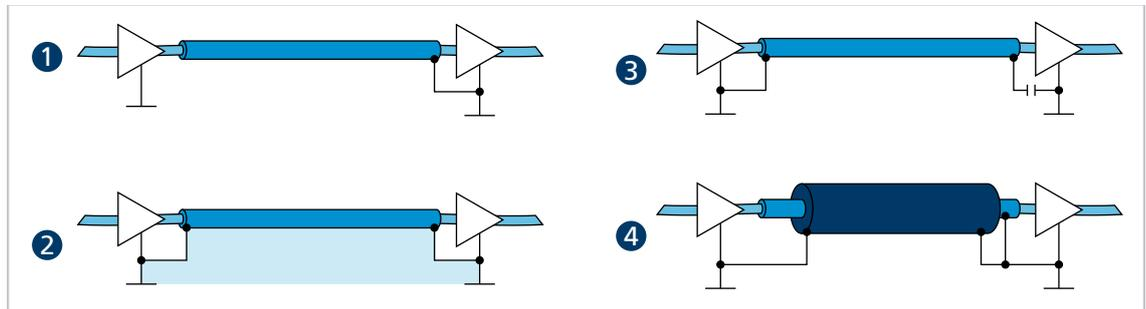

Abb. 13: Verschiedene Möglichkeiten der Schirmanbindung
- ▶ Die Motorphasen in einem Schirm, getrennt von den Sensor- oder Encodersignalen, führen und mindestens motorseitig auflegen (siehe 1 bzw. 2 in Abb. 13).
Optional können die Sensorsignale mit den Motorphasen in einem gemeinsamen Kabel/Isolationsschlauch unter Verwendung eines weiteren Außenschirmgeflechts geführt werden. Dieses Außenschirmgeflecht muss beidseitig aufgelegt werden (z. B. 4 in Abb. 13). Eine Lösung wie 2 in Abb. 13 ist für diese Konfiguration nicht in jedem Fall funktionsfähig. Falls dies durch Erdversatz nicht möglich ist, die HF-Verbindung über speziell geeignete Kondensatoren (z. B. Safety-Kondensatoren wie Y1/Y2/X1/X2, siehe 3 in Abb. 13) herstellen. Dabei den Schirm außer an Motoranschluss- und Controllerseite nicht mehrfach auflegen.